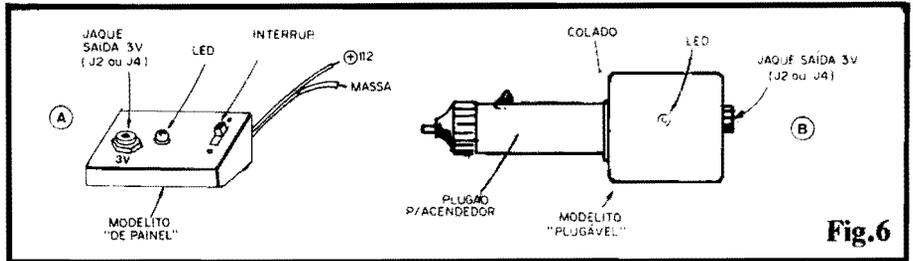

Fig.6
- 1 - Caixa para abrigar o circuito (ver sugestões/opções mais adiante, na fig. 6 e TEXTO).
- 1 - Interruptor simples (chave H-H mini), apenas recomendável no caso de instalação em "modelo de painel" - ver fig. 6 e TEXTO.
- 1 - "Plugão" para tomada de acendedor de cigarros (de painel de veículo) - ver fig. 6 TEXTO.
- FIG. 6 - SUGESTÕES PARA O ACABAMENTO DO C-12/3 - Devido às específicas características de uso, são duas as possibilidades de acabamento recomendadas (ou pelo menos sugeridas...) para o C-12/3. Em 6-A temos o "modelito de painel", no qual o circuito poderá ser embutido numa pequena caixa plástica, de preferência com painel frontal inclinado, a ser fixada embaixo do painel do veículo, expondo a face que conterá um **jaque** (tamanho J2 ou J4) para a Saída dos 3V, o LED piloto e o interruptor geral... Já em 6-B temos o "modelito plugável", com o circuito embutido numa caixinha de mínimas dimensões, esta acoplada (colada) à traseira de um "plugão" próprio para a tomada do acendedor de cigarros do carro... Neste caso, os contatos metálicos do dito "plugão" serão ligados à Entrada do circuitinho, enquanto que a Saída será aplicada via **jaque** (J2 ou J4, dependendo do tipo de conector "macho" conveniente para o equipamento a ser alimentado...) situado na parte oposta da caixinha principal... Numa das faces maiores da dita caixinha, pode ficar o
Por demais óbvia para merecer "grandes" explicações, a utilização do CONVERSOR é extremamente simples e direta: basta intercalá-lo (por qualquer dos métodos/modelos sugeridos na fig. 6) entre os 12V nominais do sistema elétrico do veículo e a Entrada de Alimentação Externa do equipamento, **walkman**, CD-Player, etc. A confiabilidade é total, e se corretamente montado o dispositivo **não tem** como causar danos ao equipamento energizado, muito pelo contrário...! Na verdade, a estabilização é **tão boa** que mesmo baterias radicalmente baixas (a ponto de não permitir o funcionamento do carro...) ou exageradamente altas (a ponto de "queimar" algum outro dispositivo do sistema elétrico convencional do veículo...) farão com que - na Saída do C-12/3 "apareçam" os exatos, fixos e estáveis 3V esperados!